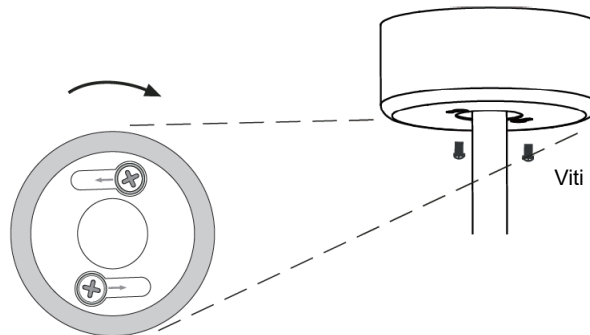

Fig. 9
**FINE DELL'INSTALLAZIONE****INSTALLAZIONE DELLA CALOTTA (Fig. 9)**